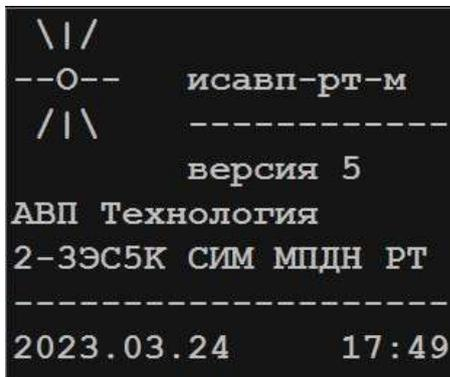

Рисунок 11 - Кадр «Автоведение»
3.2 На блоке индикации А78 нажать клавишу «1» для перехода в кадр «Автоведение» (рисунок 11).